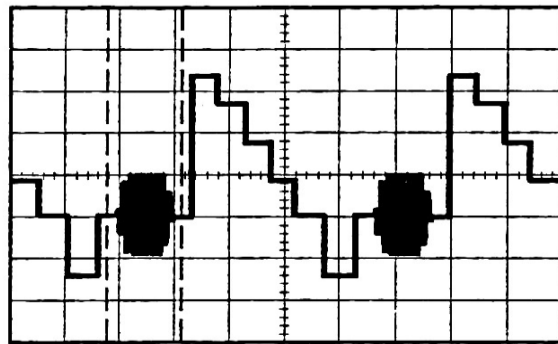

Fig.93.-Señal de video con ruido en algunas líneas.
- La señal medida se muestra en la fig. 93.
- La señal medida es la misma que aparece en la fig. 93.